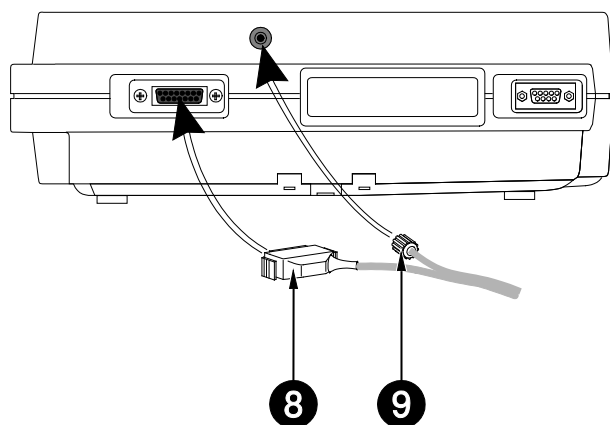

Figure 3-1. Branchement du système d'application au **MAC 1200** équipé d'une pompe d'aspiration intégrée
Si vous avez un cardiographe ou un module d'acquisition avec pompe d'aspiration intégrée, il vous faut simplement enficher la fiche de câble patient (8) et établir la liaison avec la pompe d'aspiration (9) (p.ex. **CardioSmart**, fig. 3-1).